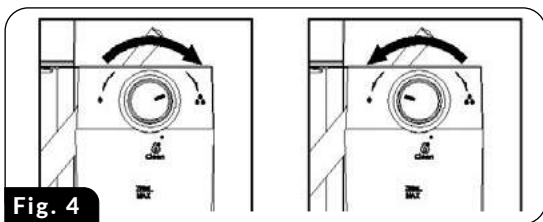

Fig. 4
ATENȚIE! Înainte de prepararea cafelei CAPPUCINO, reglați cantitatea de lapte spumos în funcție de preferințe, rotind butonul de dozare (23) spre stânga pentru mai multă spumă sau spre dreapta pentru a reduce cantitatea de spumă (Fig.4). De asemenea, puteți regla intensitatea spumei în timpul procesului de spumare.
ATENȚIE! Înainte de prepararea cafelei LATTE, reglați cantitatea de lapte spumos în funcție de preferințe, rotind butonul de dozare (23) spre dreapta pentru mai multă spumă sau în sens invers acelor de ceasornic pentru a reduce cantitatea de spumă (Fig.4). De asemenea, puteți regla intensitatea spumei în timpul procesului de spumare.
1. Instalați filtrul selectat (13) în balon (10), umpleți-l cu cafea și instalați balonul în mașina de cafea.
2. Asigurați-vă că există o cantitate adecvată de apă în rezervorul de apă (15) și în rezervorul de lapte (19) cantitatea potrivită de lapte.